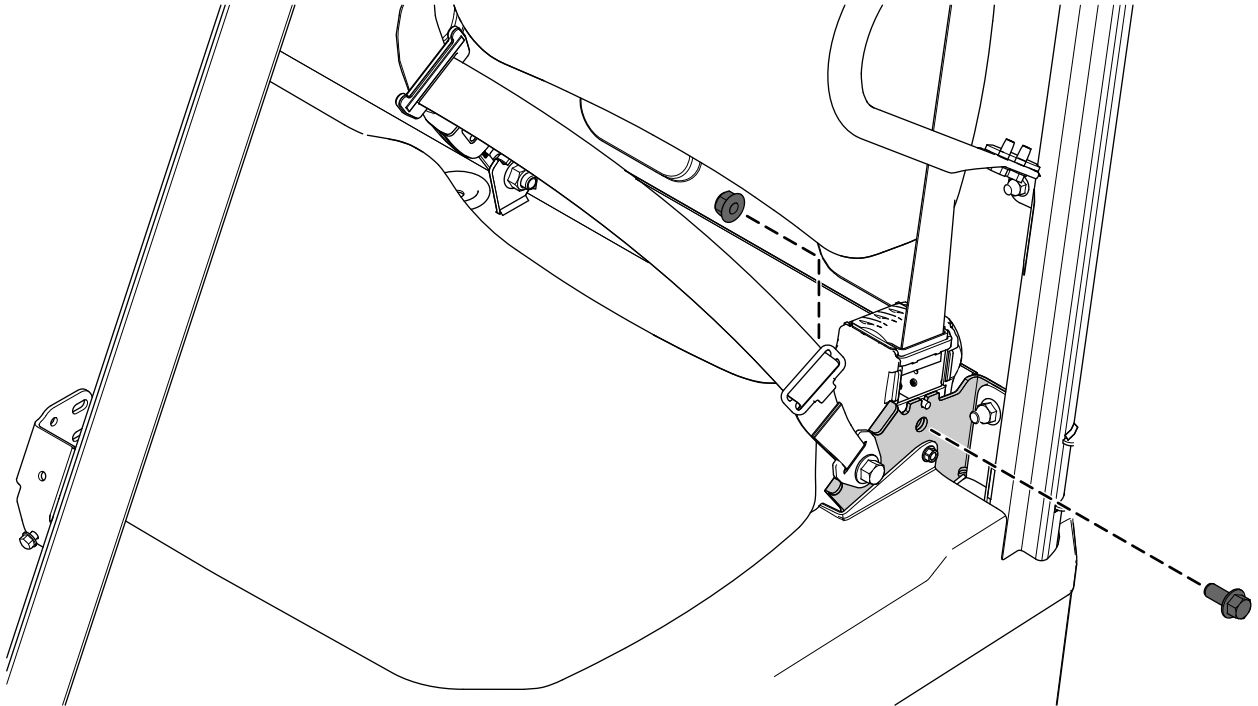

Рисунок 2
1. Отверните болт с фланцем (7/16 x 1 дюйм) и контргайку (7/16 дюйма), которые крепят механизм втягивания ремня безопасности (Рисунок 2).